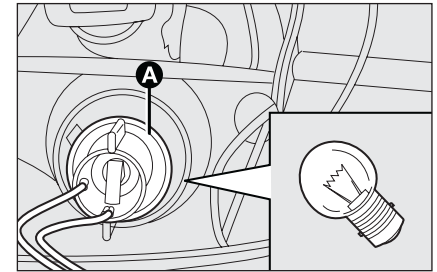

fig. 23
- ruotare in senso antiorario il portalam-pada **A**-fig. 23 ed estrarlo;